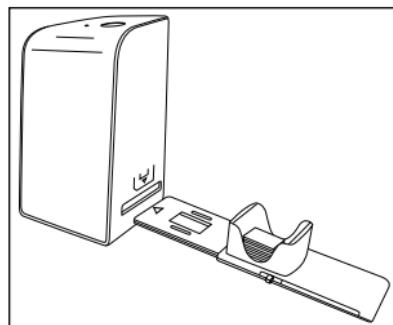

Figure 2
- ◆ Placez les diapositives du bon côté dans le logement à cet effet du chargeur de diapositives ❶. Environ 10-12 diapositives (en fonction de leur épaisseur) peuvent être placées dans le chargeur de diapositives.
- ◆ Introduisez d'abord le chargeur de diapositives ❶ avec la fenêtre de visualisation dans le tiroir de droite ❷. Veillez à ce que le triangle repère soit à l'avant et bien visible (voir figure 2). Avec le poussoir qui se trouve sur le côté du chargeur de diapositives ❶, les diapositives du chargeur sont poussées une à une dans le scanner.